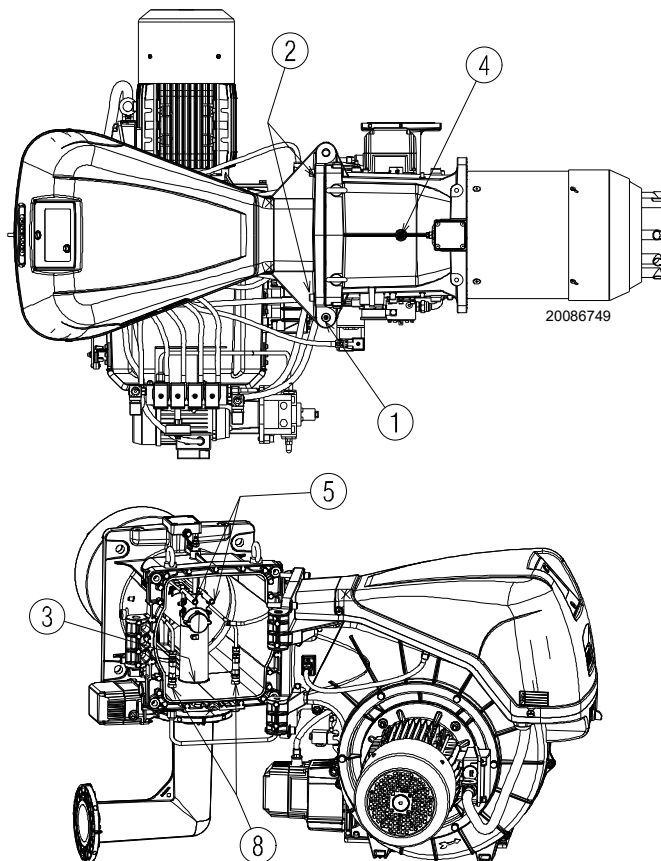

Fig. 17
Il bruciatore esce dalla fabbrica predisposto per l'apertura verso destra, mantenendo quindi il perno 1)(Fig. 17) in sede.
- C** Aprire il bruciatore completamente come in Fig. 17;
Per l'apertura del bruciatore dal lato opposto, prima di togliere il perno 1)(Fig. 17), verificare che le 4 viti 2) siano serrate. Quindi spostare il perno 1) sul lato opposto, solo allora è possibile togliere le viti 2). Scollegare la presa 20)(Fig. 4 a pag. 11) del pressostato gas di massima, poi procedere come sopra descritto al punto **C**).